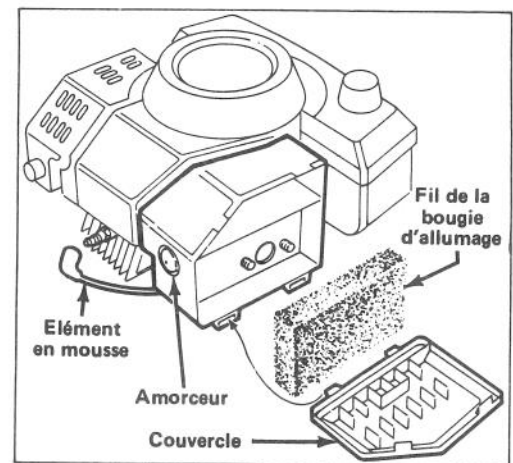

Figure 11
1. Arrêtez le moteur et débranchez le fil de la bougie d'allumage (Fig. 11).
2. Soulevez les languettes du dessus du couvercle du filtre à air et faites pivoter le couvercle (Fig. 11). Nettoyez soigneusement le couvercle (Fig. 11).
1. Arrêtez le moteur et débranchez le fil de haute tension de la bougie (Fig. 11).
2. Nettoyez la surface autour de la bougie et enlevez la bougie de la culasse (Fig. 11).